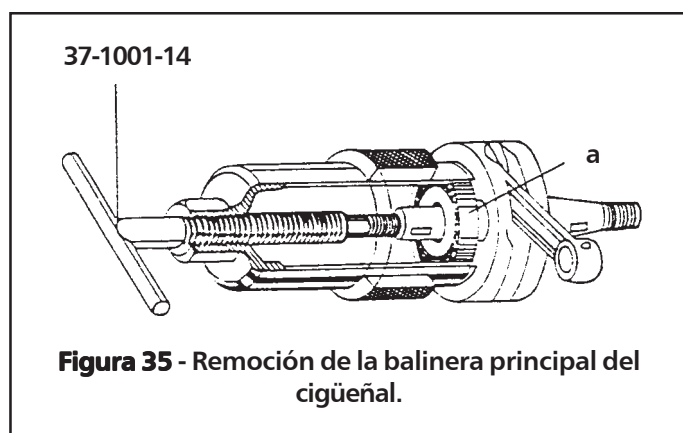

Figura 35 - Remoción de la balinera principal del cigüeñal.
- Si la balinera sale con el cigüeñal, utilice el extractor 37-1001-14 como se muestra en la **figura 35**.